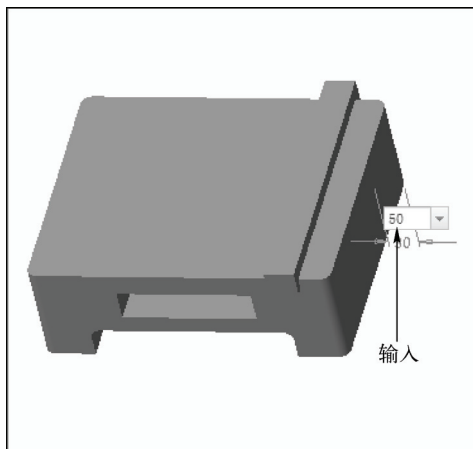

图 11-58 输入参数一
STEP 04 打开“阵列”选项卡，在绘图区中的尺寸数值上双击鼠标左键，在弹出的文本框中输入“50”，如图 11-58 所示。